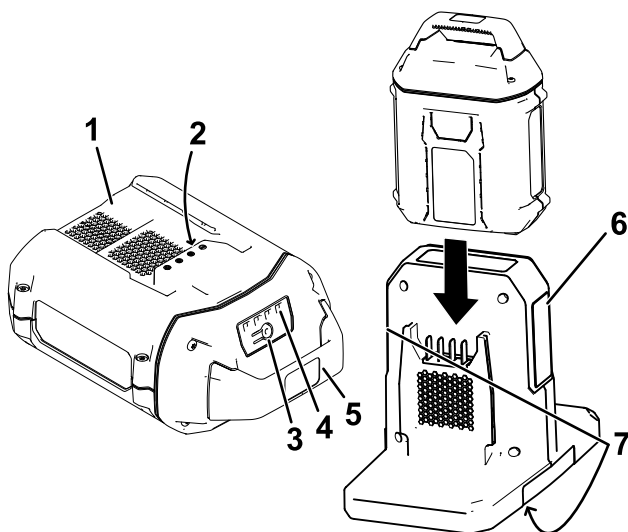

Figura 3
2. Alinee el hueco de la batería (Figura 3) con la lengüeta del cargador.
3. Introduzca la batería en el cargador hasta que esté completamente asentada (**Figura 3**).